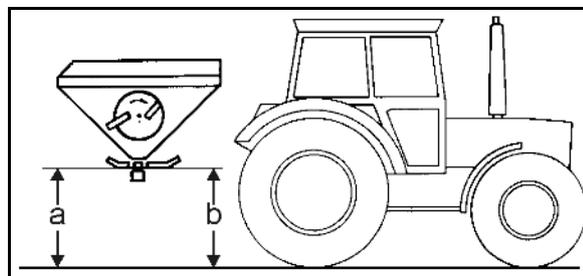

Fig. 63
2. Desserrez l'écrou à ailettes (Fig. 63/1).
3. Recherchez sur l'échelle graduée (Fig. 63/2) la valeur indiquée par le tableau d'épandage ou déterminée à l'aide du dispositif de contrôle de débit concernant la position des clapets.
4. Positionnez les arêtes de lecture (Fig. 63/3) des deux leviers de réglage (Fig. 63/4) sur cette valeur de l'échelle graduée.
5. Resserrez à fond les écrous à ailettes (Fig. 63/1).